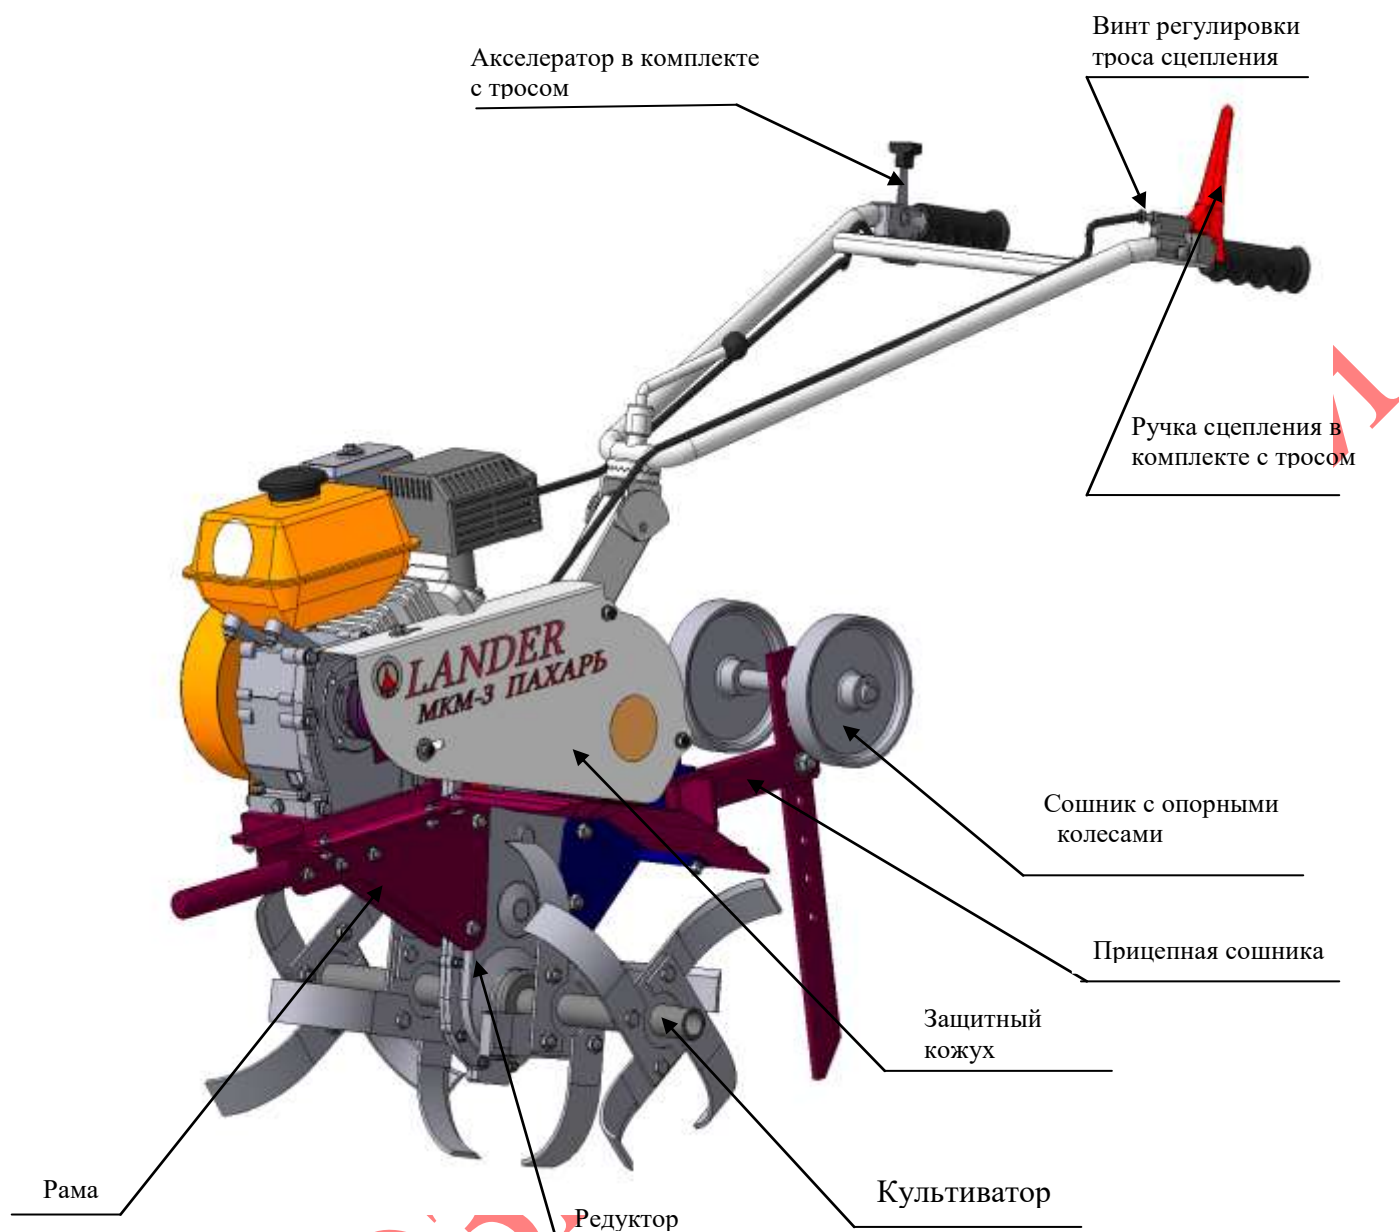
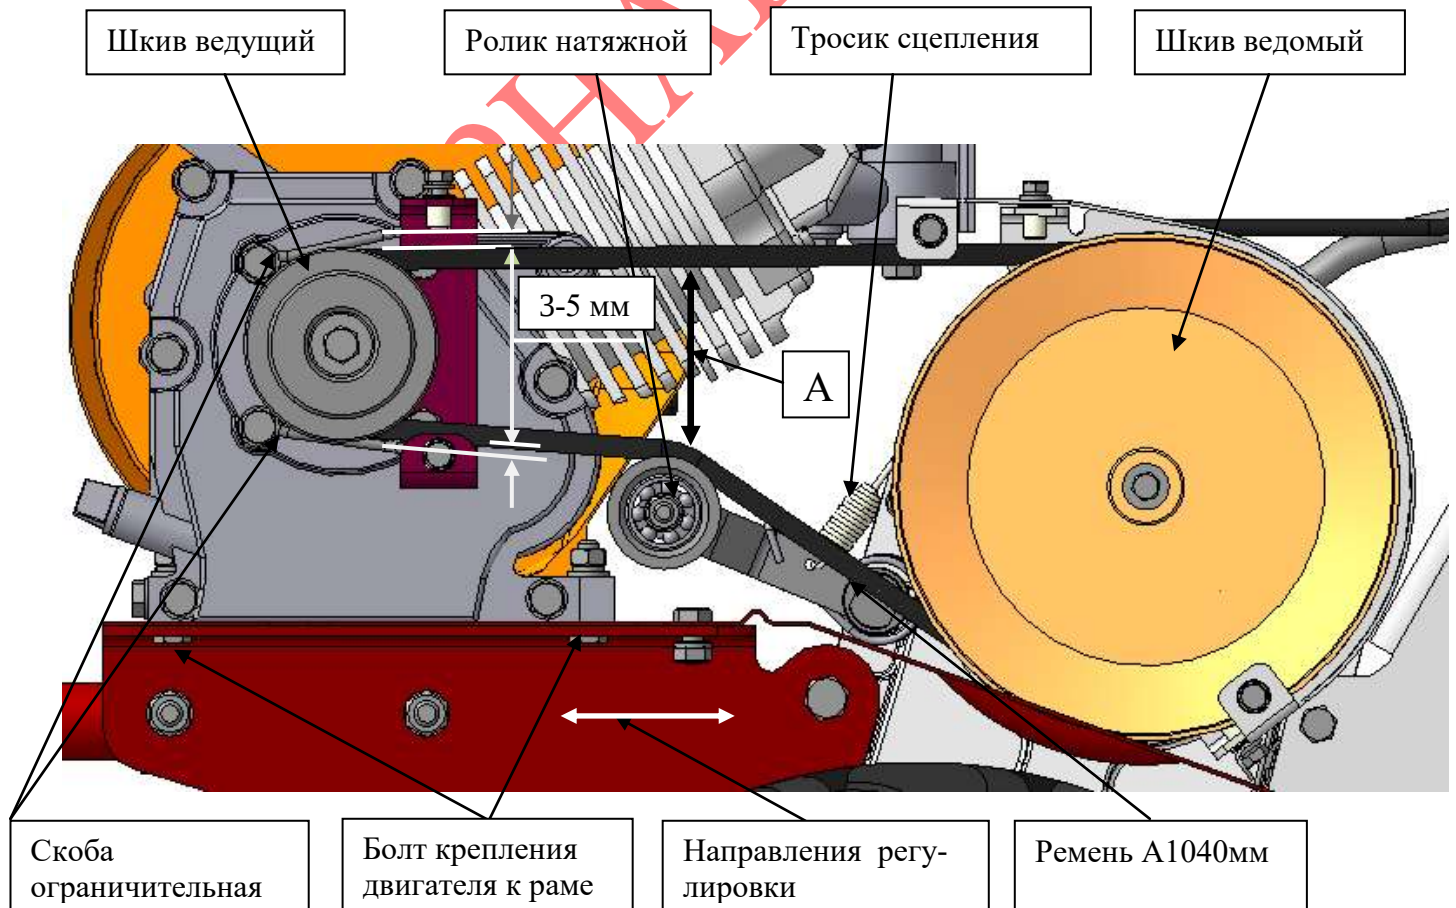
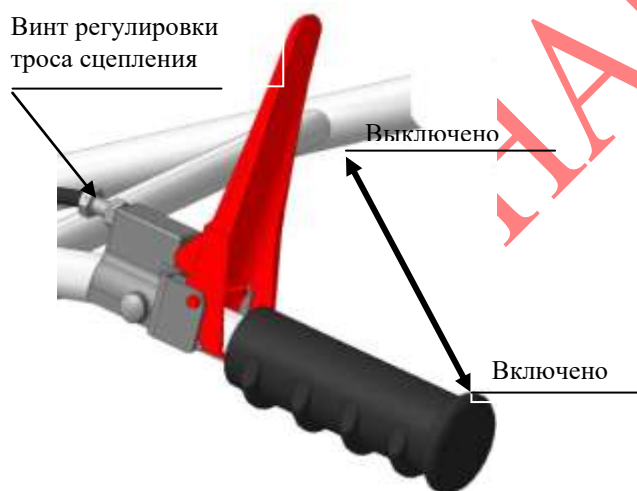

Рис.1 Мотоблок с культиваторами
Рис. 3 Схема натяжения ремня.
Рис.5 Ручка сцепления в комплекте с тросом
- 10.1 . Собрать МКМ–3 в комплекте с культиваторами, Рис.1, Рис.8. Для этого необходимо установить культиваторы на выходные концы валов редуктора и зафиксировать их стопорами, предварительно их собрав. При сборке ножи культиваторов устанавливаются на квадратные фланцы строго в соответствии с Рис.8. Ножи крепятся к фланцам болтами. Собранные культиваторы устанавливаются на вал редуктора таким образом, чтобы режущие кромки ножей входили в землю при движении мотоблока вперед.
- 10.2 Установить сошник колесами вверх – рабочее положение, сошник закрепить, используя крайнее отверстие прицепной сошника. Рис.1.
- проверить натяжение ремня, а в случае необходимости отрегулировать согласно пункта 6.11., Рис.1, Рис.3, Рис.5;